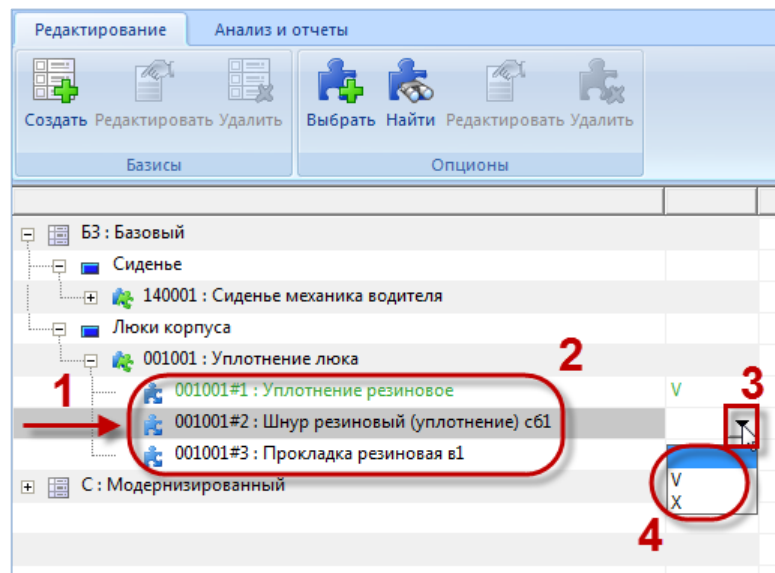

Рис. 13-48 – Настройка значений опционов для данного базиса
- 1) В левом окне редакторе конфигурационных базисов выбрать опцион и раскрыть значения этого опциона (1 и 2 на рис. 13-48).
2) Выбрать строку со значением опциона и в правой ее части нажать появившуюся стрелку, чтобы раскрыть список возможных вариантов настройки (3 и 4 на рис. 13-48):